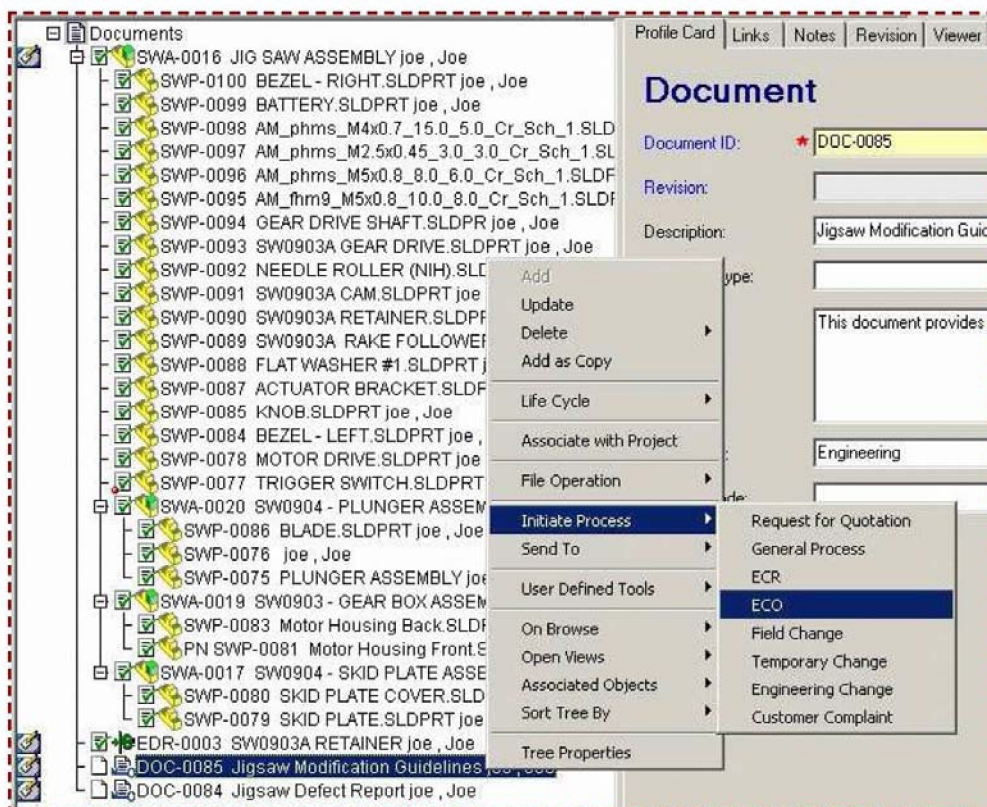

Рис.42. Запуск нового ECO процесса
- В окне SMARTEAM - Editor щелкните правой кнопкой мыши на документе с рекомендациями и выберите Initiate Process > ECO (рис. 42).